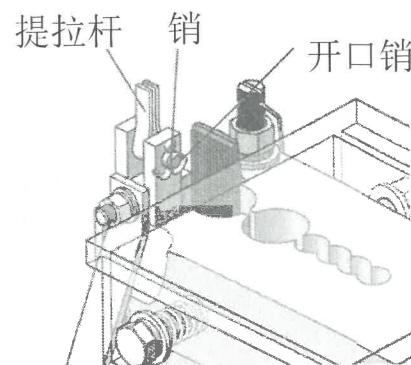

图 8
2.3.3. 弹簧块的导向孔和导向轴间隙满足图 7 要求，安全钳水平移动灵活且方向正确，提拉杆部件安装后，应使用开口销限制提拉杆、销和连接件(图 8)。